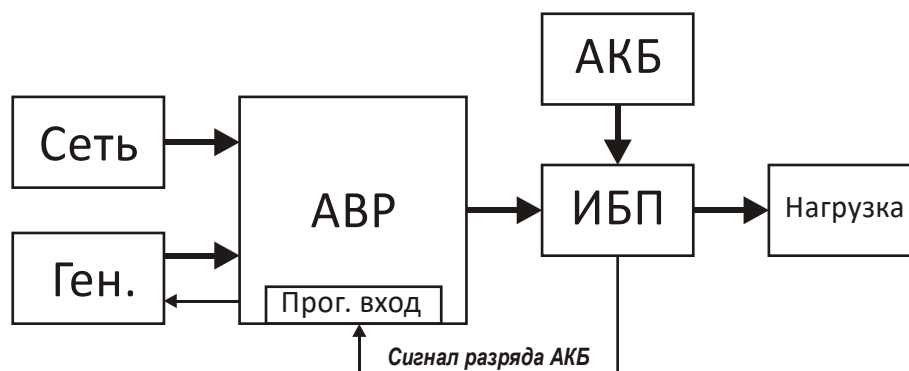
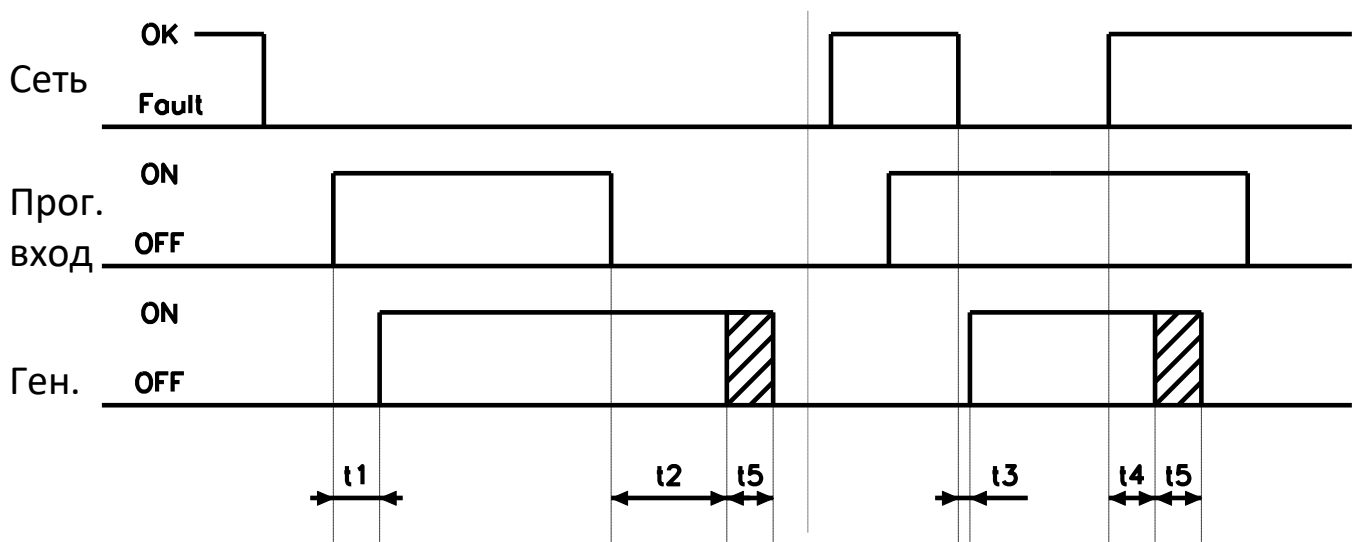

Рис. 5.10. Блок-схема совместной работы АВР и ИБП
Рис. 5.11. Диаграмма работы при выборе функции «Разрешение запуска»
5.7.5.1 Функция программируемого входа «Разрешение запуска» разрешает работу генератора в режиме «Авто» при возникновении условий для его запуска (п. 5.7.2.1). Функция «Разрешение запуска» может быть необходима при совместной работе контроллера с источником бесперебойного питания (ИБП), который по сигналу разряда своей АКБ может разрешать запуск генераторной установки. Пример совместной работы АВР и ИБП (рис. 5.10, рис. 5.11).
- тип контакта управления - нормально разомкнутый (NO), т.е. активное состояние – замкнутый контакт (P261, табл. 5.10);
- задержка на активацию функции t1 (рис. 5.11) будет определяться параметрами P262 и P263 (табл. 5.10);
- задержка на деактивацию функции t2 (рис. 5.11) будет определяться параметрами P264 и P265 (табл. 5.10).